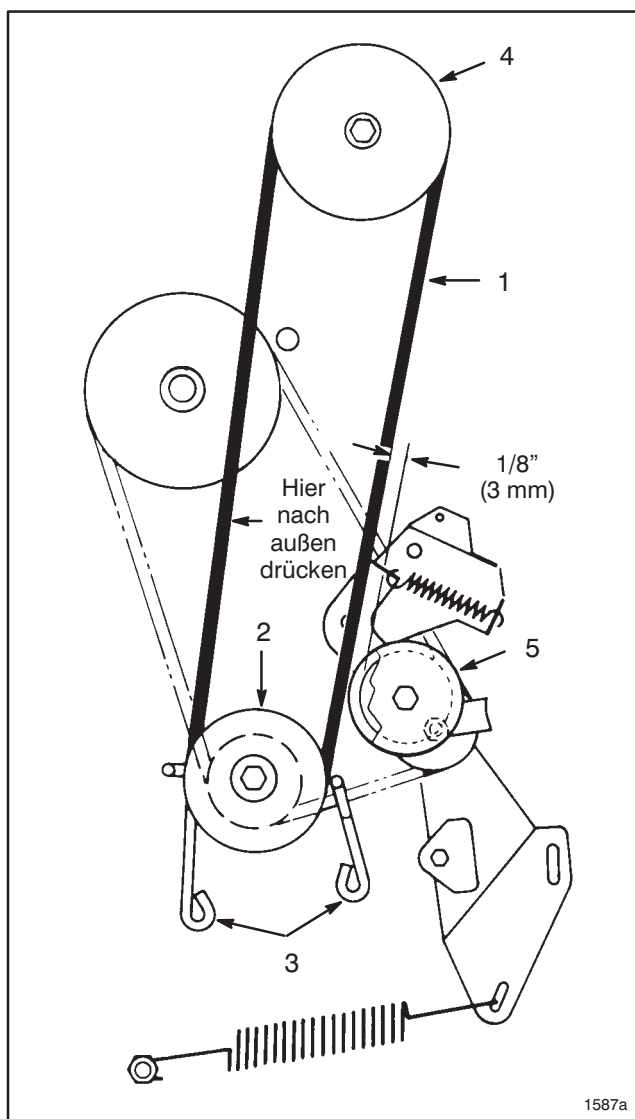

Abbildung 18
7. Die Kopfschrauben lösen, mit denen (2) Motorscheiben-Riemenführungen befestigt sind, und die Führungen von der Scheibe weg bewegen. Den Decktreibriemen von der Motorscheibe entfernen (Abb. 18).
9. (2) Schrauben entfernen, mit denen die Riemenführung am Mähergehäuse befestigt ist, und die Riemenführung entfernen. Den Riemen von der Scheibe entfernen.
12. Den Riemen nach außen drücken (Spiel beseitigen) wie in Abb. 18 gezeigt und den Spielraum zwischen Außenseite des Riemens und Innenseite der Leitradscheibe überprüfen (Abb. 18). Der Spielraum sollte ca. 1/8 Inch (3 mm) betragen.